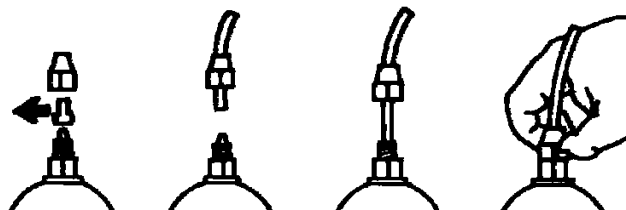

Fig. 7
- e. Enlever les deux capsules rouges de protection des raccords, insérer jusqu'au fond les tubes sur les raccords coniques correspondants et les bloquer avec les bagues de fixation prévues à cet effet (Fig. 7).